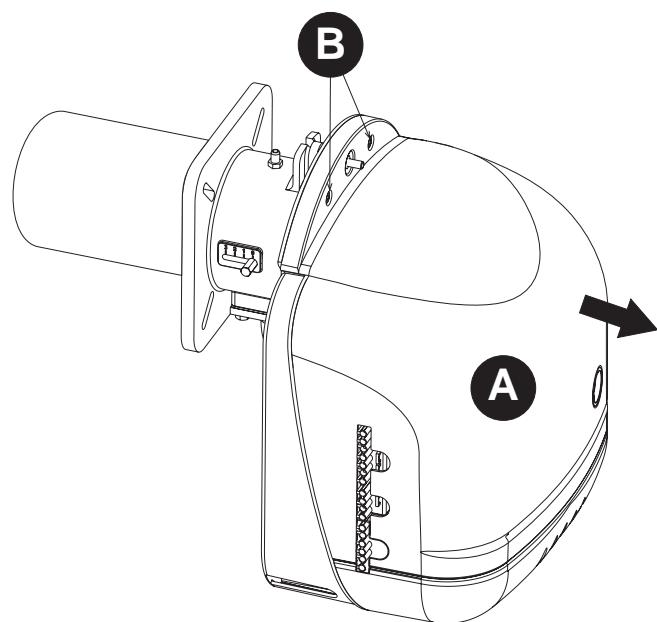

рис. 2b
- 1)** Снимите крышку горелки "A", отвинтив два винта "B" (рис. 2b).